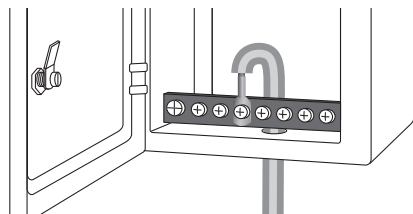

Рисунок 8. Соединение проводника заземления с шиной ГЗШ
4.8. Затем протянуть проводник от внешнего заземления до шины ГЗШ (главная заземляющая шина), к которой присоединяются все металлические элементы в доме (трубы, арматура здания, всё сантехническое оборудование). В небольших домах такая шина обычно находится внутри вводного электрического щита (см. рисунок 8).